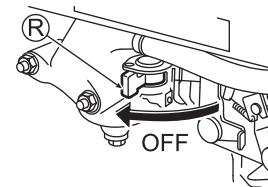

Fig. 15
- 3 Coloque a torneira de combustível (R) em "OFF" (FORA DE). (Veja a fig. 15)